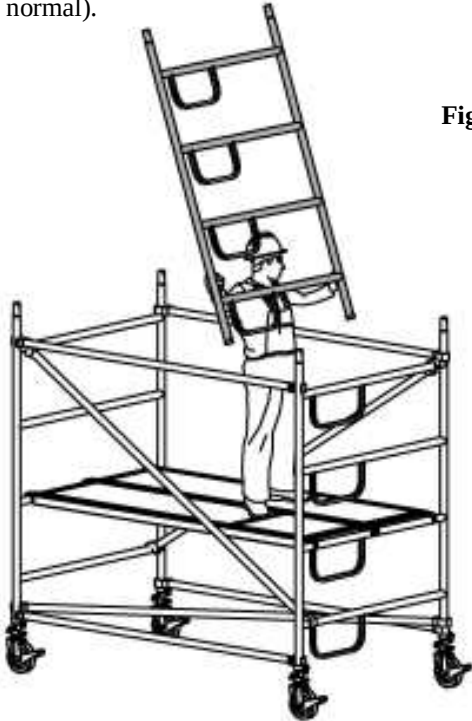

Figura 14
- 7) Insertar los paneles laterales de la segunda arcada como se muestra en la figura 14 (panel lateral con escalera y panel lateral normal).